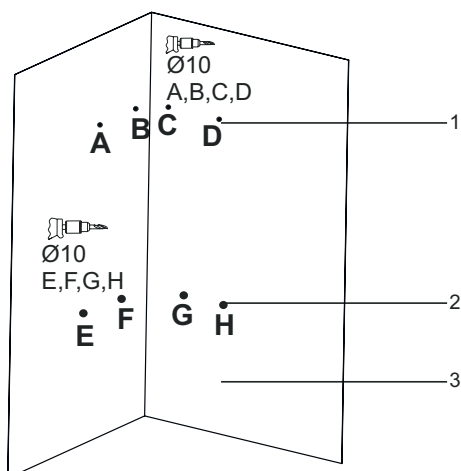

Fig. 11
1. ■ Perfurar a superfície de instalação nos pontos de ligação da placa de suporte A,B,C,D e pontos de ligação do corpo E,F,G,H com broca de Ø10 mm (Fig. 11).
- Colocar as buchas de plástico Ø10 mm nos pontos perfurados (Fig. 11).
- Aparafusar o corpo do produto a partir dos pontos E,F,G,H e fixá-lo completamente (Fig. 11).